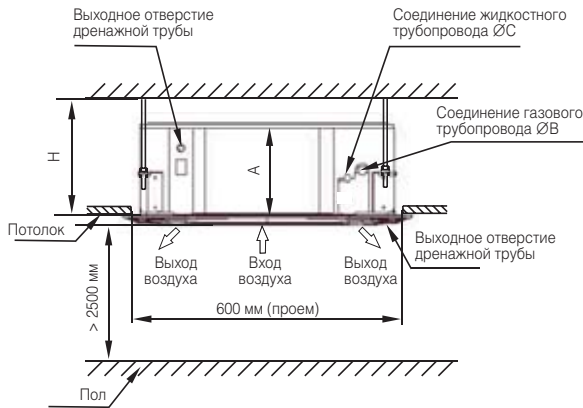

Рис. 5-1
5.1. Выбор места установки (рис. 5-1, 5-2, 5-3 и табл. 5-1)